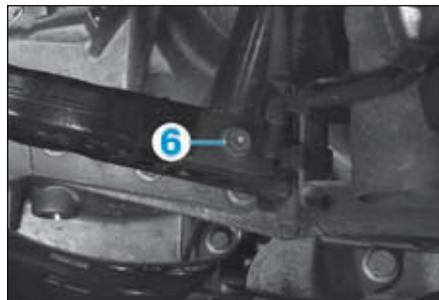

FIG.7
- la vis (6) du tirant de traverse (Fig.7),
- les vis (7) de la traverse support radiateur sur